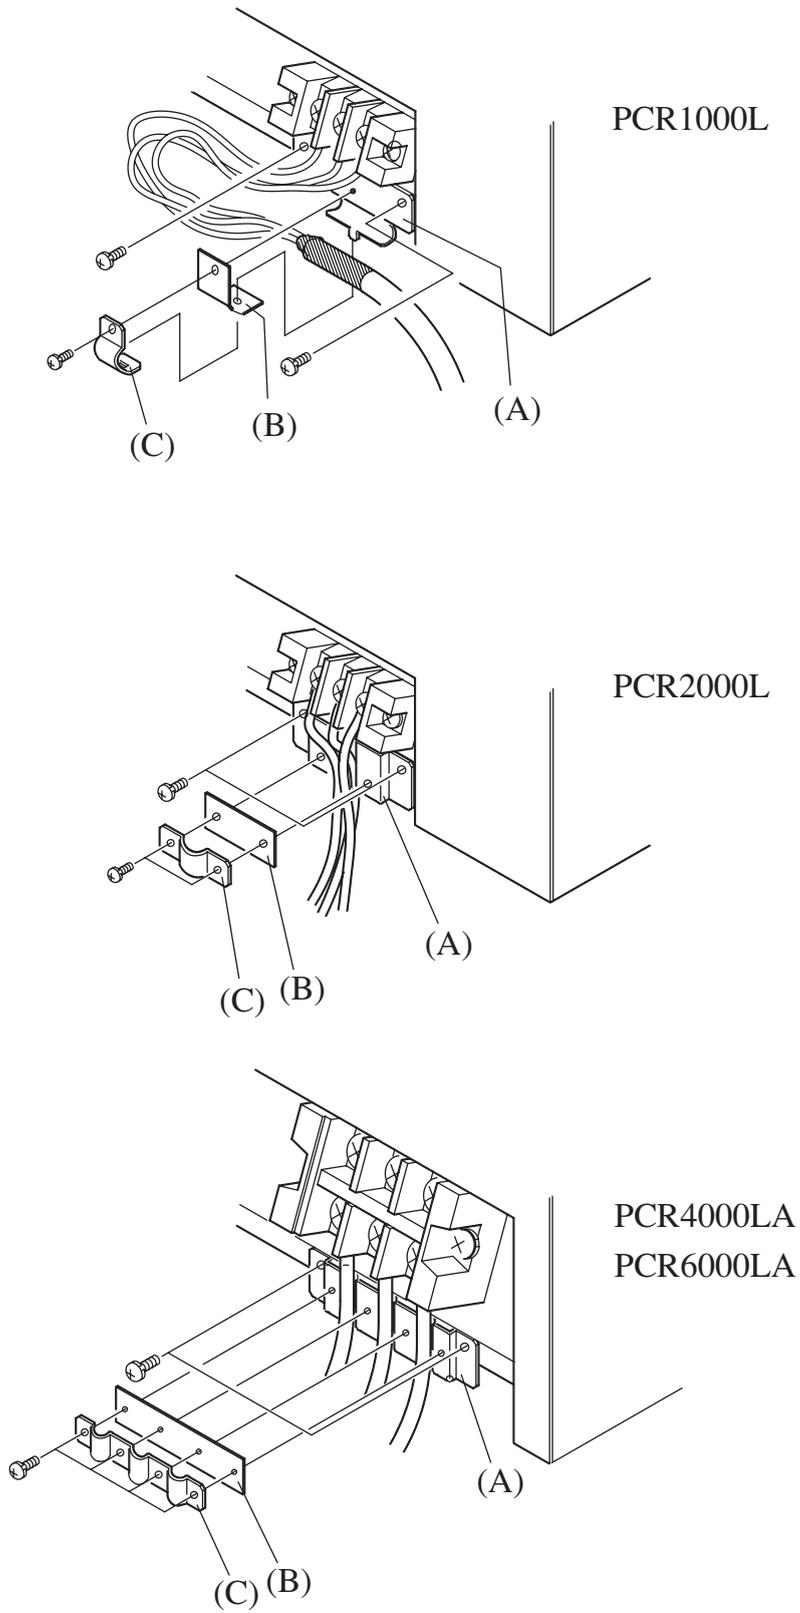

図 2-11 ケーブルケーブルクランプ
5. 付属のケーブルクランプを取り付け、入力電源ケーブルを確実に固定します（図 2-11）。PCR500LA はソケット付の入力ケーブルです。ケーブルクランプは付属されません。